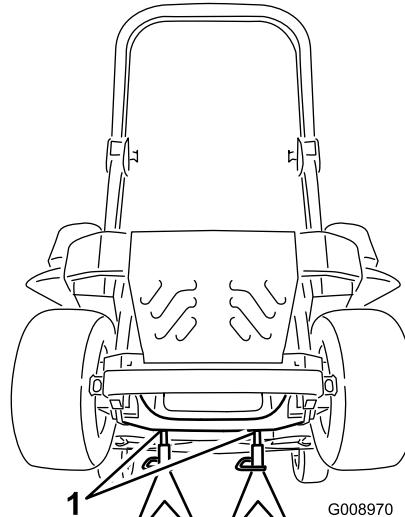

Figura 93
3. Eleve a máquina e apoie-a (Figura 93).
9. Retire os macacos e bixe a máquina (Figura 93).